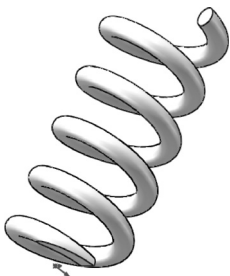

图 12-42 弹簧
本例绘制的弹簧如图 12-42 所示。
**07** 拉伸-切除实体。单击“特征”控制面板中的“拉伸切除”按钮, 此时系统弹出“切除-拉伸”属性管理器, 选择**06**绘制的草图作为拉伸截面, 设置终止条件为“两侧对称”, 输入拉伸切除距离为 30mm, 然后单击“确定”按钮, 结果如图 12-42 所示。